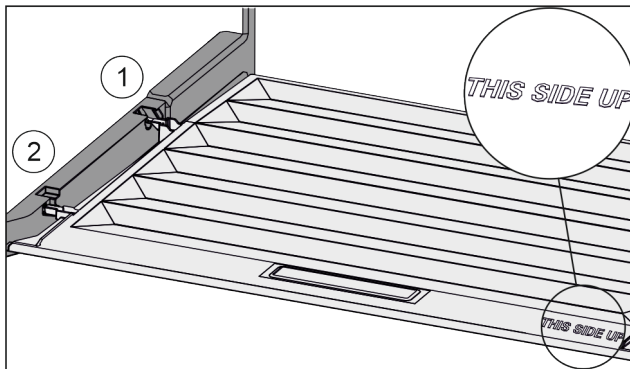

Fig. 116
- ▶ Пъхнете шийките на капака през отвора в задния държач Fig. 116 (1) и фиксирайте отпред в държача Fig. 116 (2).